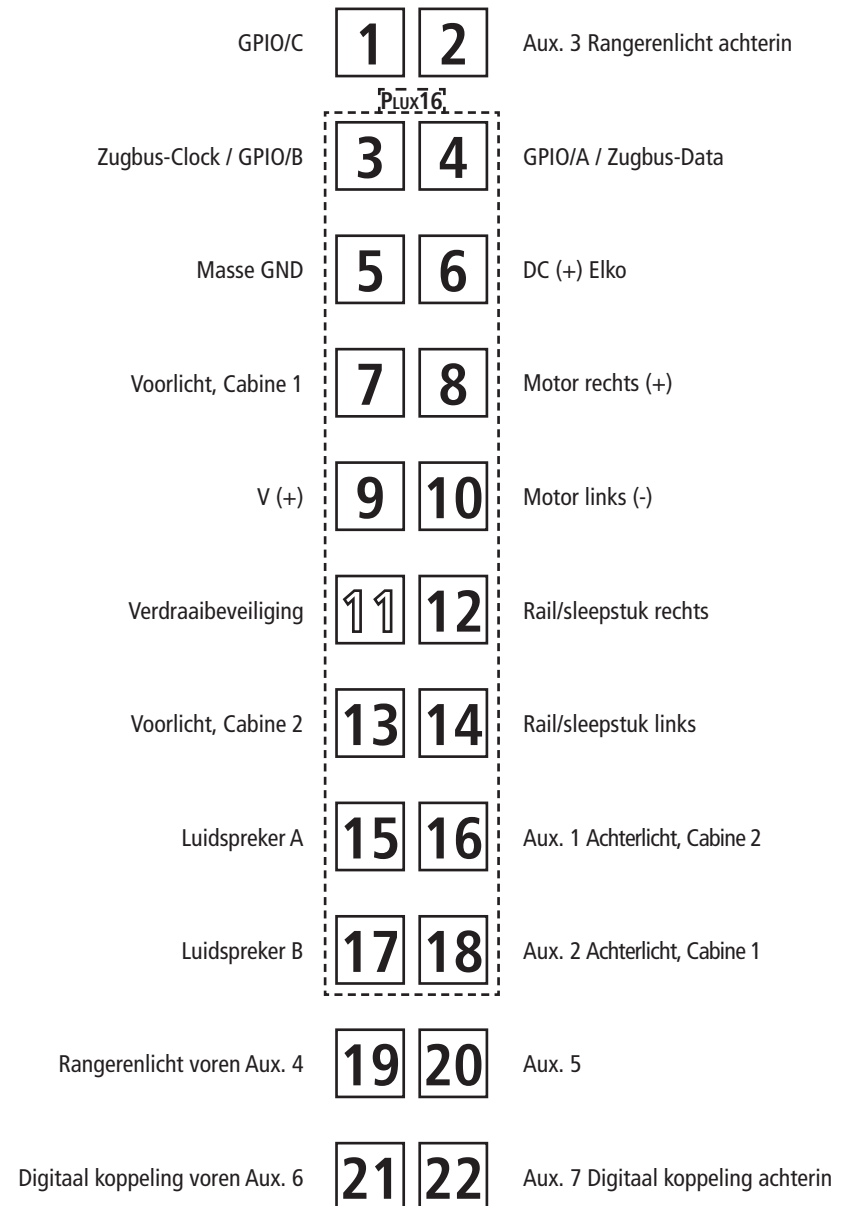

Fig. 5
4. Kohlebürstenwechsel: Lokgehäuse abnehmen (Fig. 3). Danach wird der Motor ausgebaut und die Kohlebürsten ausgewechselt (Fig. 5).
4. Carbon Brush Changing: First remove loco body (fig. 3), and then the motor (fig. 5).
4. Het vervangen van de koolborstels: Loc-kap verwijderen (fig. 3). Daarna tilt u de motor eruit en kunt u de borstels vervangen (fig. 5).